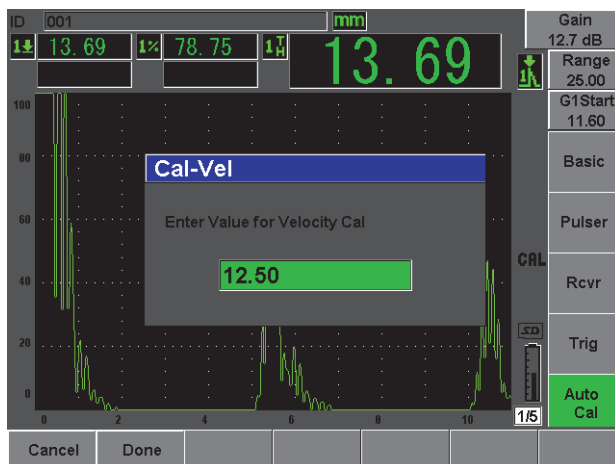

Figura 2-16 Valore della calibratura della velocità
14. Utilizzare la manopola di regolazione od i tasti di direzione per regolare il valore visualizzato ad un appropriato spessore. In questo esempio, la sonda è posizionata sullo spessore di 12,5 mm (vedi Figura 2-16 alla pagina 47).